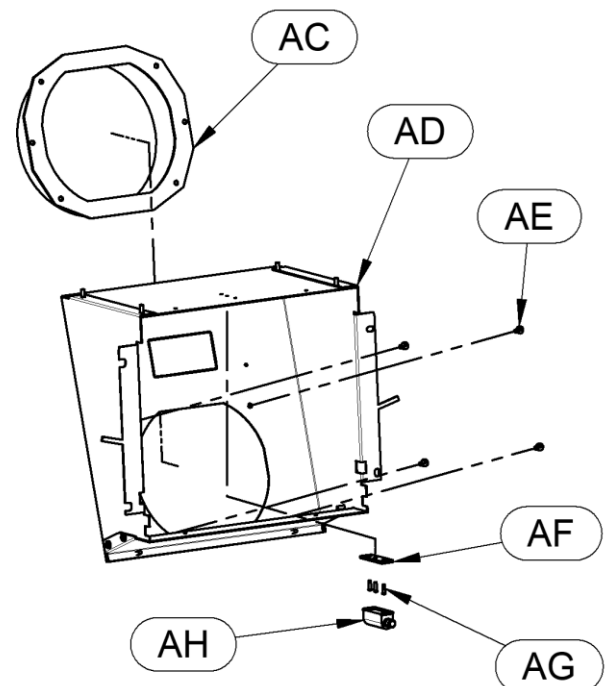

Figura 9
- Assemblare al supporto del condotto di carico AD, il collare AC con le viti AE (TC+5.5x13). In seguito fissare il magnete push-pull AH e la basetta AF con le viterie AG (TC+ 2,2X9,5) (Figura 9).